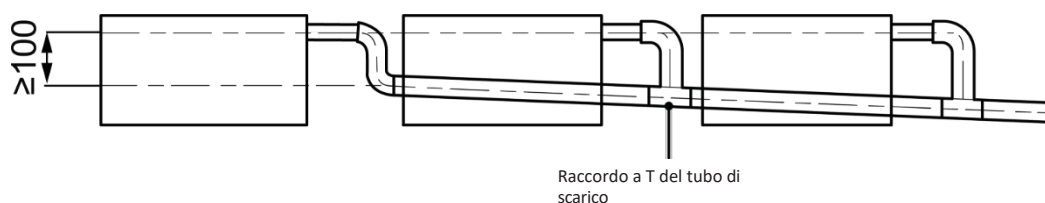

Fig. 4.11
- 4 Quando si collegano più tubi di scarico, seguire le istruzioni riportate nella Fig. 4.11.